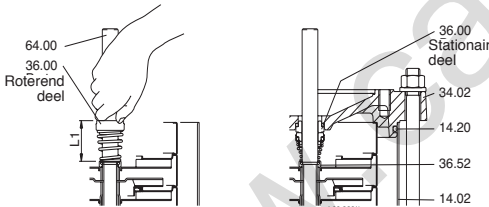

Fig. 5 Montage van de mechanical seal
Alvorens over te gaan tot demontage en montage, raadpleeg de doorsnedetekening (**paragraaf 14.**) en **fig. 5, 6.**
5. Verwijder de schroeven (61.07) en de lantaarnhouder (32.00), met ondersteuning (66.00) en koppeling (64.22) uit het bovenste deksel (34.02) en uit de as (64.00) (**fig. 5**).
Verwijder de mechanical seal (36.00), trek het roterende deel van de as (64.00) en het stationaire ring uit de deksel (34.02). Druk het roterende deel tot aan de steunring (35.02) over de as (64.00) zonder de veer in te drukken. Controleer de lengte voor en na plaatsing en licht het roterende deel op tot de juist aanvanghoogte (L1 in fig. 5). Juiste druk op de veer is gewaarborgd wanneer het stationaire deel is geplaatst en na borging van de as in de koppeling (L2 in fig. 6b).